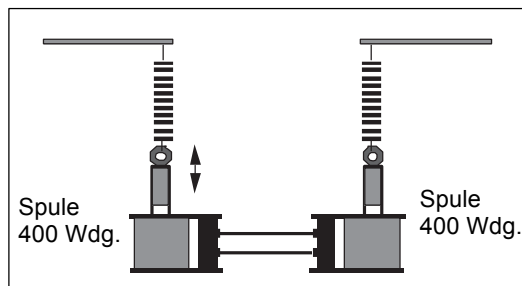
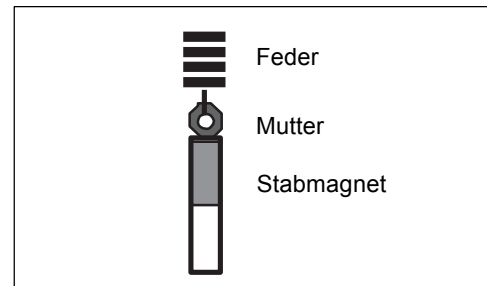

Abb. 1
Abb. 2
1. Montieren sie zwei Stabmagnete an Federn wie in Abb. 1 gezeigt. Die Magnete sollten etwa zur Hälfte in die Spulen eintauchen. Beide Spulen sind mit einander verbunden. Die Magnete haften an einer Mutter, die an der Feder aufgehängt ist (Abb. 2).